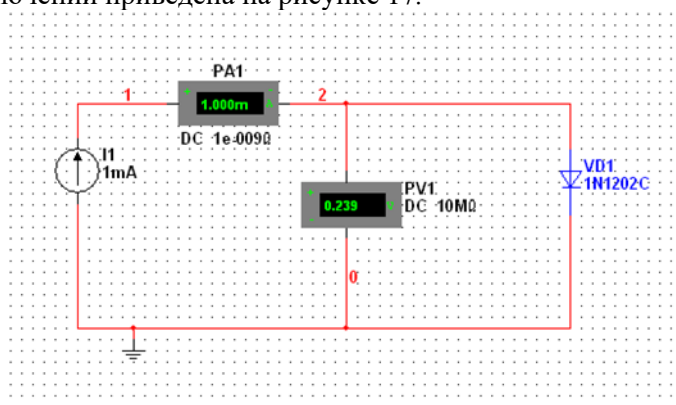

Рис. 17. Схема исследования диода при прямом включении
2. Схему измерений собирать с помощью пакета Multisim в соответствии с рис. 17 (значения номиналов элементов схем и марок диодов могут не совпадать с данными, приведенными на рисунках, т.к. на рисунках приведены примеры схем).